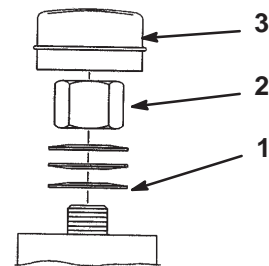

Figure 49
3. Retirez le capuchon anti-poussière de la roue et serrez le contre-écrou (Fig. 49).
4. Continuez de le serrer jusqu'à ce que les rondelles élastiques soient aplaties, puis desserrez-le de 1/4 de tour pour obtenir la précharge correcte des roulements (Fig. 49).
- Important** Veillez à installer les rondelles comme illustré à la Figure 49.
5. Posez le capuchon anti-poussière (Fig. 49).